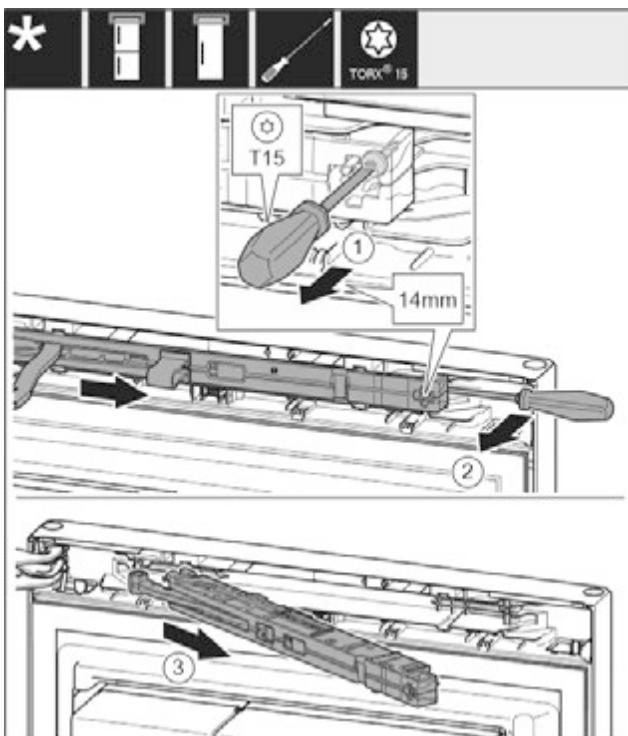

Fig. 9
- За допомогою викрутки T15 ослабте гвинт на демпферному вузлі приблизно на 14 мм. Fig. 9 (1)
- Переміщаючи викрутку з боку ручки за демпферний вузол, поверніть уперед. Fig. 9 (2)
- Витягніть демпферний вузол. Fig. 9 (3)